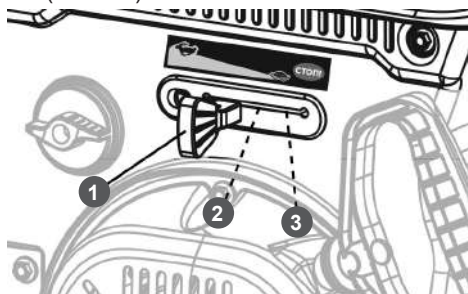

Рис. 27. Положения рычага газа
4. Переведите рычаг газа сначала в крайнее левое положение, затем в крайнее правое, после чего установите рычаг в среднее положение (Рис. 27).
- Рычагом газа переведите двигатель в режим холостого хода (переведите рычаг газа в положение 2 (Рис. 27).
- Переведите рычаг газа в положение 3 (крайнее правое) (Рис. 27).